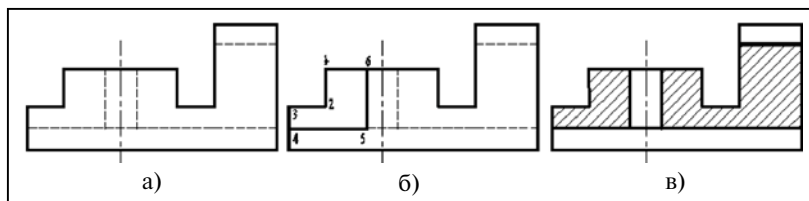

Рис. 6.23. Выполнение штриховки замкнутого контура
1. Подготовить вид спереди для выполнения фронтального разреза. С помощью команды «Стереть» и «Разорвать» удалить с изображения детали лишние внешние линии (рис. 6.23, а).
2. Обвести контуры сечения (например, 1 — 2 — 3 — 4 — 5 — 6) с помощью команды «Плиния» и ее опции «Замкнуть» (рис. 6.23, б), или изменить слой «Невидимый» для линий невидимого контура на слой «Контур».
3. Выполнить штриховку области, ограниченной замкнутыми контурами с помощью команды «Штрих», (рис. 6.23, в).